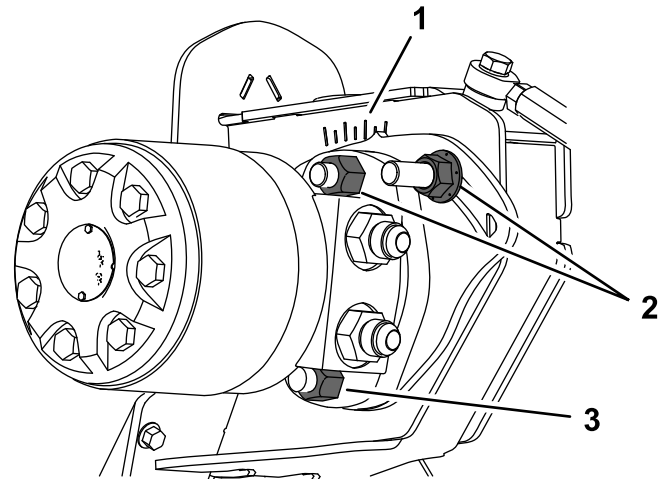

Figura 21
1. Afloje, pero no retire, los 3 pernos de montaje del motor de la barredora hasta que pueda girar el motor en el perno inferior (Figura 21).